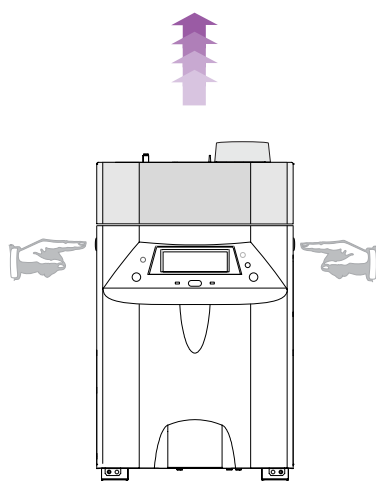

図 4. オープンを開ける
2. リッド（オープン上蓋）のすぐ下にある両側のボタンを押してラッチを外します（図 4）。